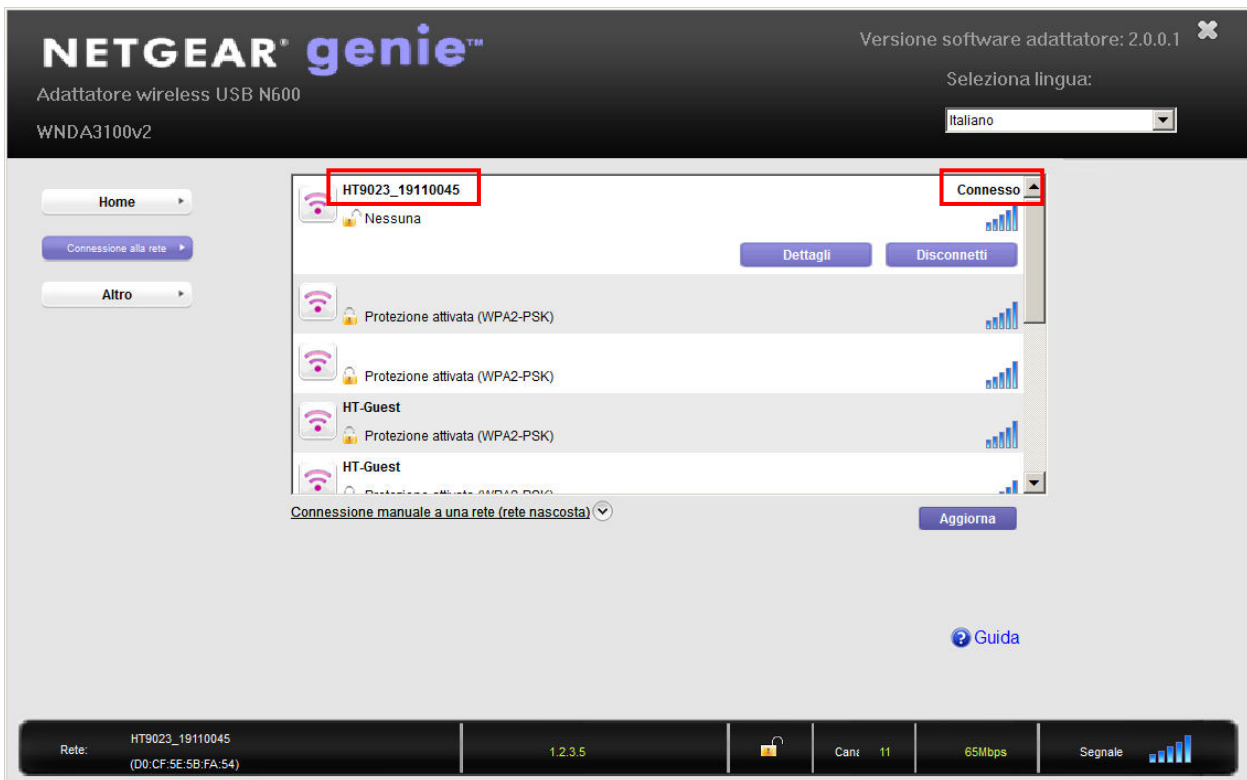

Fig. 15: Collegamento WiFi dello strumento a PC (esempio)
5. Effettuare la ricerca dello strumento “HT9023_xxxxxxxx” nel dispositivo WiFi presente a PC ed eseguire la connessione come mostrato **a titolo di esempio** nella seguente Fig. 15)